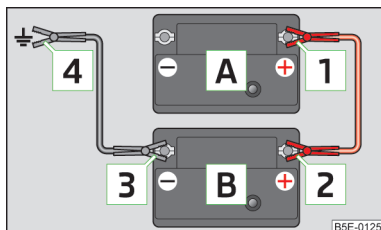

Fig. 145
- Fissare il morsetto **1** al polo positivo della batteria scarica **A** » fig. 145.